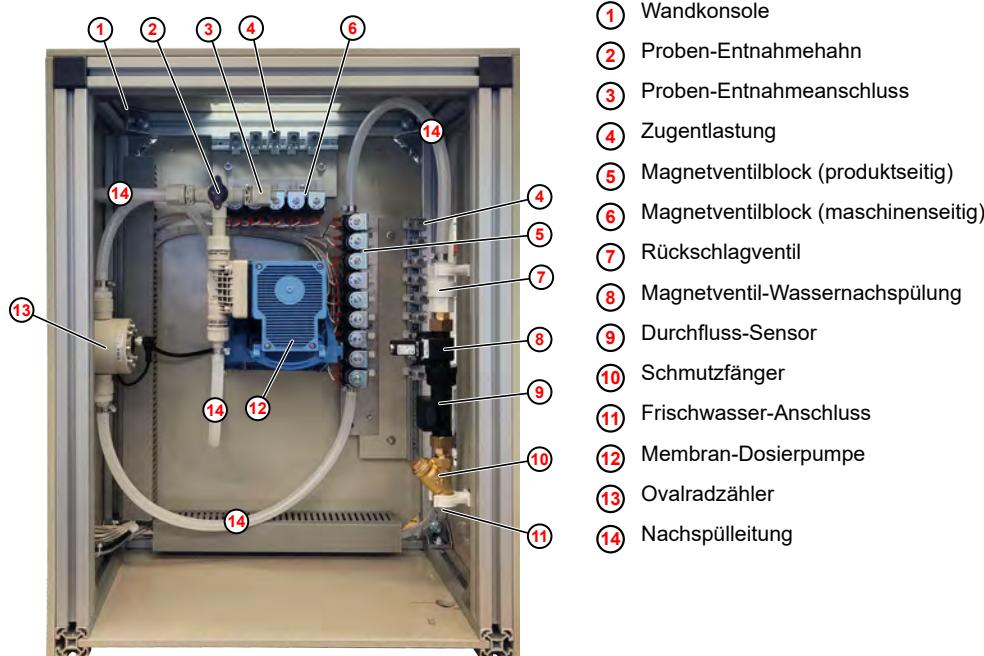

Abb. 2: Aufbau ULTRAX Cube
Bevor die eigentliche Produktdosierung startet, öffnet das Nachspülventil ( Abb. 2 , ⑧ ) für die interne Wassernachspülung des Gerätes. Gleichzeitig öffnet das betreffende Ventil des maschinenseitigen Ventilverteilerblockes (z.B. M1) ( Abb. 2 , ⑥ ).
Frischwasser strömt nun vom Wassereingang durch den Schmutzfänger ( Abb. 2 , ⑩ ) und Durchfluss-Sensor ( Abb. 2 , ⑨ ) in das Nachspülventil, von dort durch den produktseitigen Ventilverteilerblock ( Abb. 2 , ⑤ ), weiter in den maschinenseitigen Ventilverteilerblock und durch die Dosierleitung in die Waschsleudemaschine.
Abhängig von den hinterlegten Waschprogrammparametern öffnet anschließend ein Ventil des produktseitigen Ventilverteilerblockes (z.B. P1) ( Abb. 2 , ⑤ ) und die Dosierpumpe ( Abb. 2 , ⑫ ) startet unter der Voraussetzung, dass sich die betreffende, angeschlossene Sauglanze im Produktgebinde befindet und ausreichend Produkt vorhanden ist.
Während der Dosierung wird Produkt durch die Pumpen von der Sauglanze in den produktseitigen Ventilverteilerblock, weiter in den maschinenseitigen Ventilverteilerblock und durch die Dosierleitung in die Waschsleudemaschine gepumpt. Die durchfließende Produktmenge wird durch den Ovalradzähler ( Abb. 2 , ⑬ ) erfasst und die Signale in der Steuerung ausgewertet. Nach Erreichen der erforderlichen Dosiermenge erfolgt ein Pumpenstop und das Ventil des produktseitigen Ventilverteilerblockes schließt.